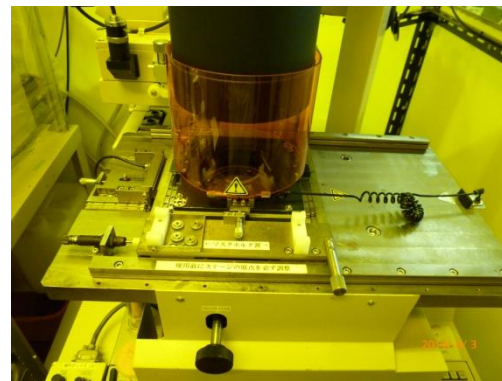

図 15
15. マスク上を N2ブローし、露光ヘッドをマスク上にもってくる(図 15)